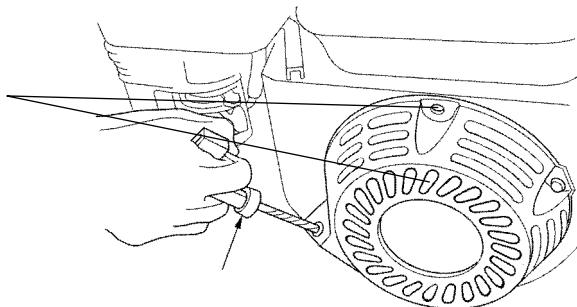

Рис. 31
- Потяните за рукоятку стартера до тех пор, пока вы не почувствуете сопротивление. Продолжайте тянуть рукоятку стартера до тех пор, пока отметка на шкиве стартера не совпадет с отверстием на кожухе стартера. В этом положении впускной и выпускной клапан двигателя закрыты. Таким образом, вы предохраните двигатель от внутренней коррозии (рис. 31).